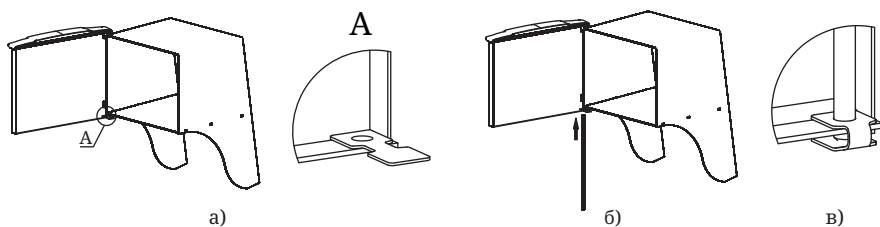

Рисунок 5. Установка дверцы при монтаже печи.
2. Установите дверцу на втулки топливного канала, совместив отверстия (рисунок 5.а);
3. Совместите отверстие упора с нижним отверстием каркаса, при этом упор должен располагаться внутри каркаса (рисунок 5.а);
3. Вставьте ось через отверстия снизу вверх (рисунок 5.б),
4. Подогните упор, фиксируя конец оси между площадками упора (рисунок 5.в).